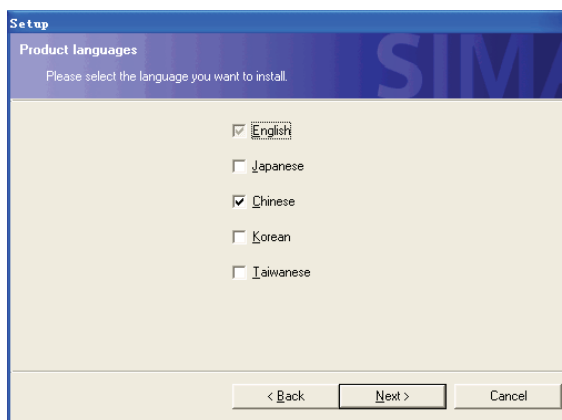

图 2-12 产品语言
3) 选择产品语言，以选“English”和“Chinese”为例，如图 2-12 所示。